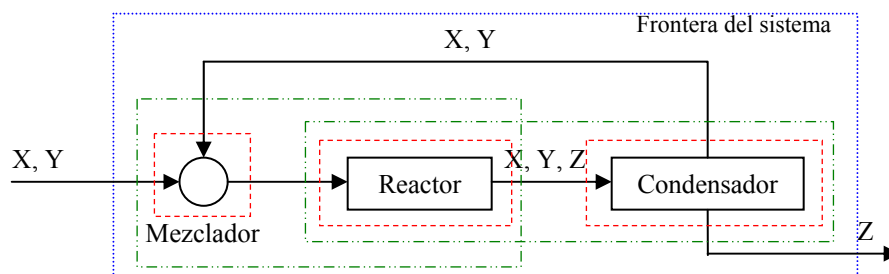

Figura 3.1: Diagrama de flujo de un proceso químico
Los diagramas de flujo son muy útiles al momento de analizar un sistema. Estos diagramas permiten representar mediante rectángulos las operaciones unitarias o procesos (e.g. reactores, condensadores, columnas de destilación, separadores) y mediante flechas las corrientes (i.e. flujos que circulan por tuberías) de los componentes que intervienen en el sistema y que circulan entre las unidades de operación. En el diagrama de la figura 3.1, el sistema estudiado está compuesto por tres unidades o procesos: el mezclador, un reactor y un condensador. Las corrientes de entrada, salida e intermedias están representadas por flechas que indican el sentido del flujo. También se ha especificado, sobre cada flecha, cada uno de los componentes de cada flujo utilizando letras. Por ejemplo, la alimentación del
En el ejemplo de la figura 3.1, para el condensador se puede plantear un (1) balance total (masa total que entra por la corriente proveniente del reactor y masas totales de las corrientes que salen del condensador) y tres (3) balances por componente, pues hay tres componentes involucrados: X, Y y Z. En total, en esa sola unidad se pueden escribir cuatro (4) ecuaciones de balance de materia. El mismo procedimiento se puede aplicar a cada una de las otras unidades así como también al sistema global (definido por la frontera en línea punteada, en color azul).